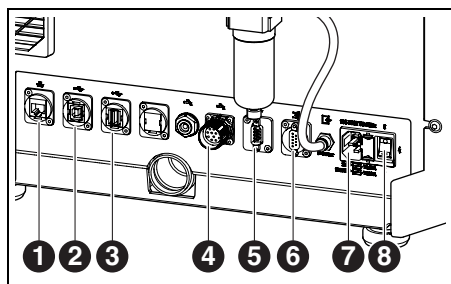
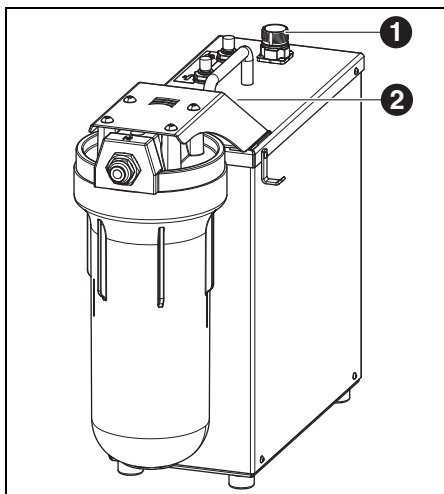

Fig. 11 Interfaces sur la face arrière de la machine d'usinage
Fig. 12
- ▷ Connecter l'interface de commande de l'unité d'alimentation à l'arrière de la machine d'usinage ([4] sur la figure 11) ainsi qu'à l'unité de pompage ([1] sur la figure 12) au câble de commande.
- ▷ Relier l'interface sur le réservoir ([3] sur la figure 5) à l'unité de pompage ([2] sur la figure 12).
- ▷ Connecter l'interface USB-B ([2] sur la figure 11) de la machine d'usinage et un port USB libre du PC au câble USB.
- ▷ Relier l'interface Ethernet ([1] sur la figure 11) de la machine d'usinage au PC ou au réseau via un câble réseau.